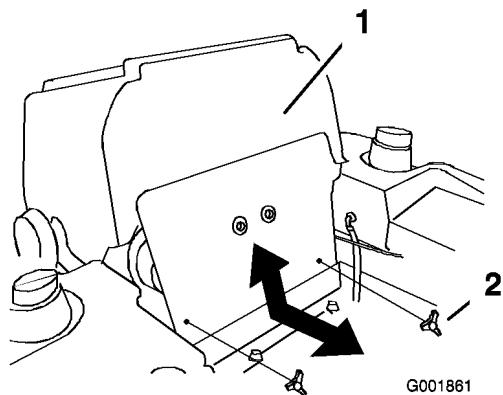

Figura 66
- Ribaltate in avanti il sedile e togliete il pannello anteriore del motore (Figura 66).
7. Montate il pannello anteriore del motore (Figura 66).